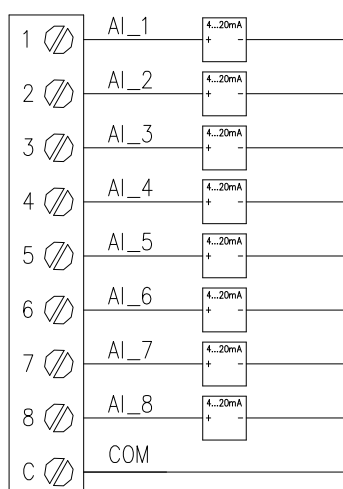

Figura 5 Collegamento ingressi analogici
Il collegamento di strumentazione da campo agli ingressi analogici deve essere effettuato ricordando che questi ingressi sono passivi. Il segnale di misura in corrente o tensione deve quindi essere alimentato autonomamente: la polarità negativa del segnale va collegata al morsetto comune del connettore (C) mentre quella positiva al morsetto de canale, come schematizzato in figura 5.